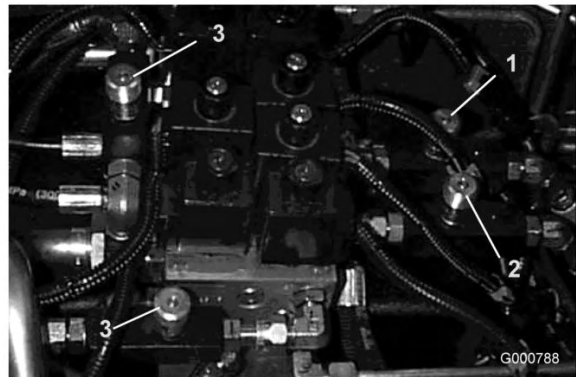

Figura 88
1. Localice las válvulas de ajuste de las unidades de corte delanteras, debajo del asiento (Figura 88).
- Localice las válvulas de ajuste de las unidades de corte laterales, situadas debajo del asiento (Figura 88).